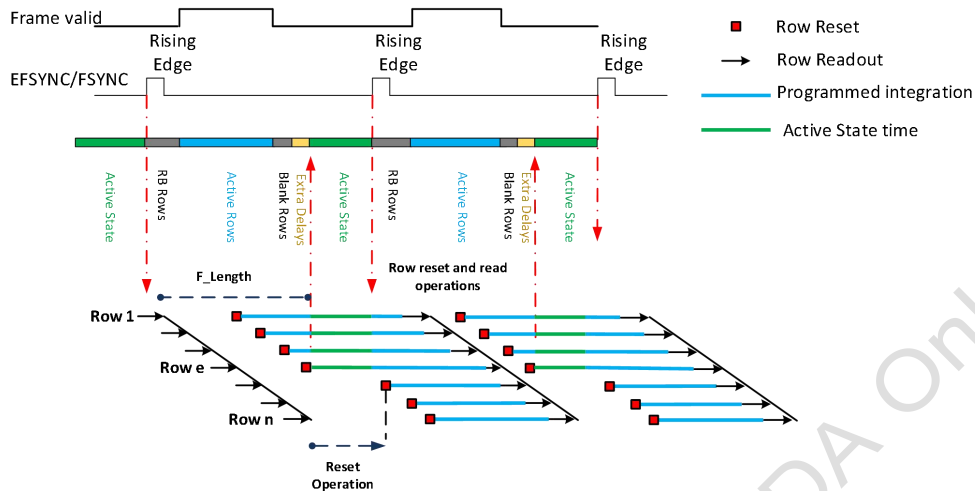

图 2-2 Slave Mode 曝光实现图
- 3) Active State 时, 芯片停止输出及停止 Row reset 操作, 如图 2-2 所示, 会导致一帧图像 Row 1~Row e 行与 Row (e+1)~Row n 行的曝光时间不同, Row 1~Row e 行的曝光时间比 Row (e+1)~Row n 行的曝光时间大, 多出的时间为 Active State time。为避免这种曝光差异, 要求外部精确控制 EFSYNC/FSYNC, 使 Active State 控制在 40ns 以内, 保证一帧内的每行曝光时间基本一致;